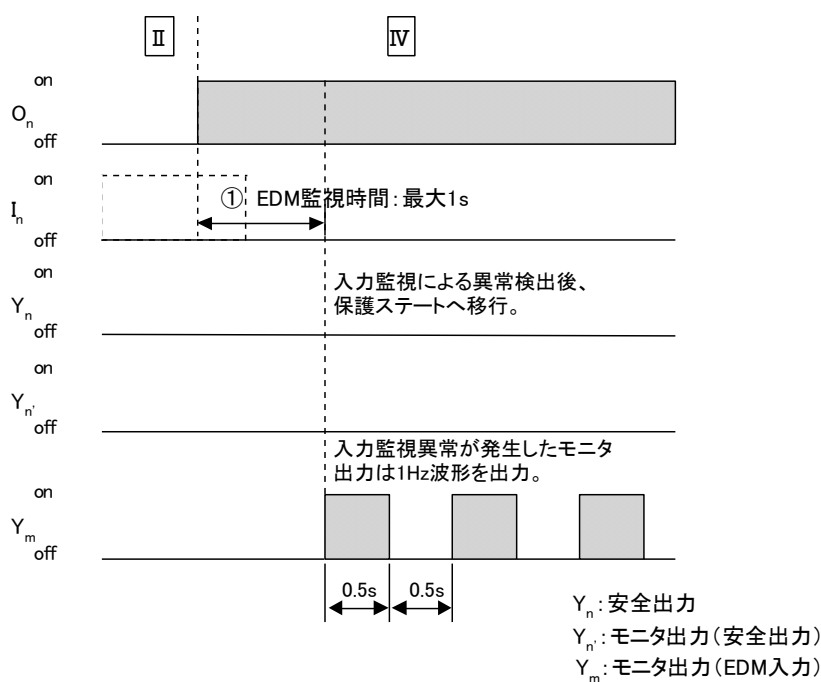

図 5.30 EDM 入力監視異常時の動作タイミング
- Ⅳ 入力回路の異常などにより、EDM入力が正しく入力されない（ホールド入力がONされてからEDM監視時間 (1s) 内にEDM入力のONが確認できない）と、ファンクションは安全出力をONさせることなく、保護ステートに移行し、エラーLEDに“1”を表示します。（図5.30をご参照ください）